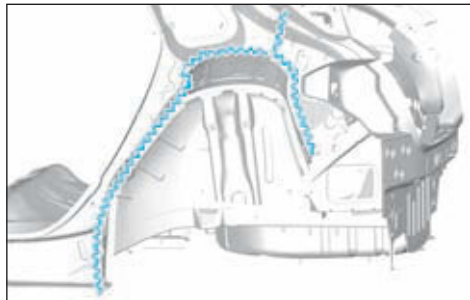

FIG.103
- Appliquer un mastic de calage indice "A1" (Fig.103).